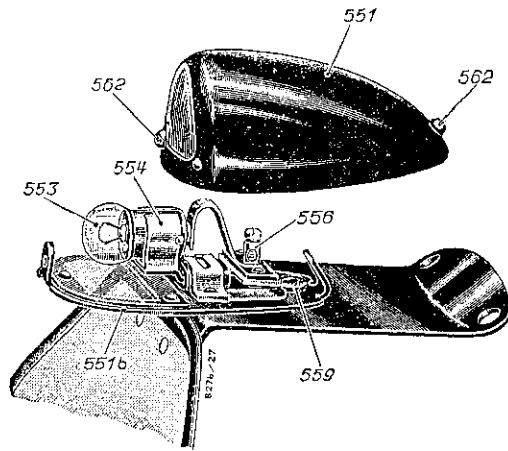

Bild 16. Nummerlaterne
b) Nummerlaterne JN 7 K 1 (Bild 16).
Das Befestigen des Kabels und das Auswechseln der Glühlampe geschieht in gleicher Weise wie bei der Nummerlaterne JN 7 K 1 (Bild 16).